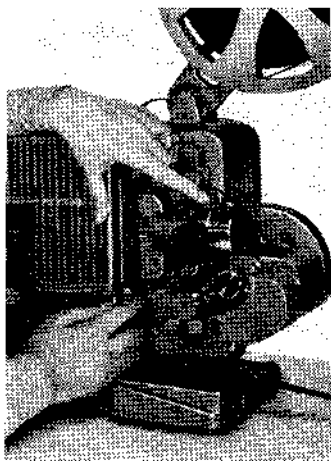
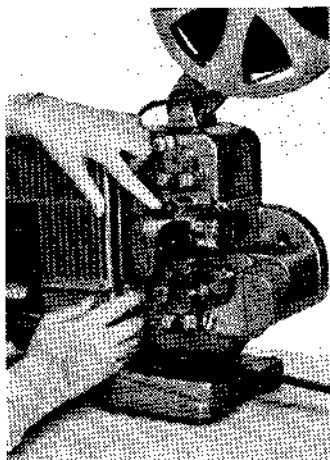

Bild 18
Bild 19
Filmeinlegen bei Tonfilmvorführung (Bild 18 bis 22)
5. Während der Mittelfinger der linken Hand den Film hält (Bild 18), erfaßt der Zeigefinger den Hebel für die Objektiv-Verriegelung und legt ihn nach hinten bis zum Anschlag in die Horizontale um (Bild 19), wodurch der Filmkanal wieder geschlossen wird. Durch leichtes Auf- und Abwärtsziehen des Filmes prüfen, ob dieser im Filmkanal richtig, d. h. ohne Klemmung, liegt.